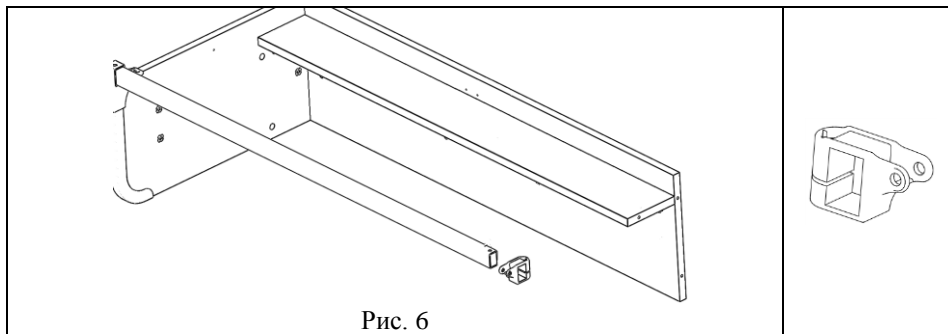

Рис. 6
5.1.5. К сборке по п. 5.1.4 вставить в опору трубу СУТ.42.131. Основание шарнира (поз.1, пакет № 149) согласно рис. 6